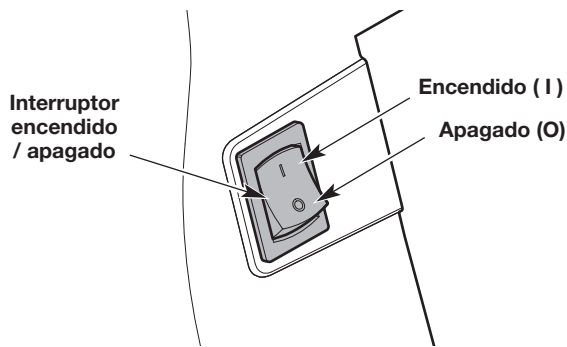

Fig. 9
NOTA: No es necesario encender la unidad. El interruptor de encendido/apagado está en la posición **Encendido (I)** en todo momento (Fig. 9).
2. Oprima y mantenga apretado el interruptor de encendido/apagado en la posición **Apagado (O)** hasta que el motor se pare por completo (Fig. 9).